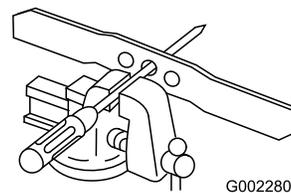

Figure 26
8. Avec les doigts, appliquez de l'huile sur le joint du filtre à huile neuf (Figure 26).
1. Vérifiez l'équilibre de la lame en enfilant le trou central sur un clou ou la tige d'un tournevis serré horizontalement dans un étau (Figure 26).